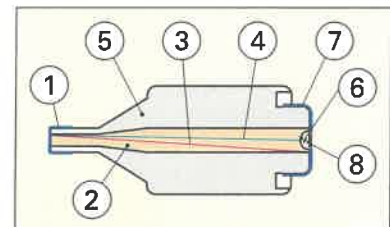

Bild 1: Schmelzeinsatz
4. Benennen Sie die im Bild 1 gekennzeichneten Bestandteile eines Schmelzeinsatzes.
① _____	⑤ _____
② _____	⑥ _____
③ _____	⑦ _____
④ _____	⑧ _____